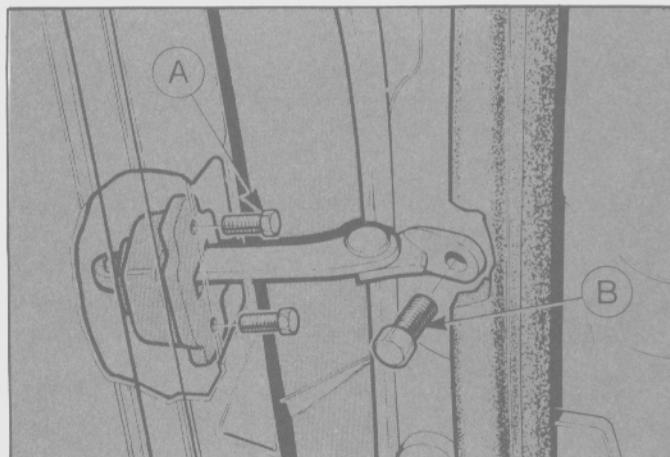

Fig. 335 - Brazo limitador de puerta.
- Retirar el tornillo que sujeta el brazo limitador a la carrocería y desconectarlo (Fig. 335).